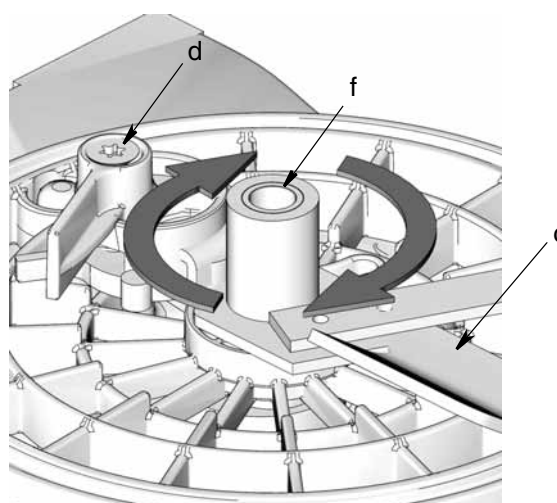

ABB. 5
2. Drehen Sie den Flügel (c) **im Uhrzeigersinn**, um ihn zu lösen und von der G3-Basis zu entfernen (ABB. 5).